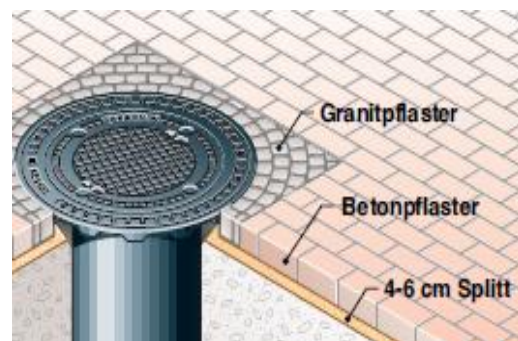

Bild 4: Einbaubeispiel
- Teleskopeinsätze des Lastklasse B und D können mit dem Pflasterbelag eingerüttelt werden. Schutzplatte verwenden. (Einbaubeispiel s. Bild 4)
- Vor dem Einsetzen der Schachtabdeckung ist bei den Guss-Abdeckungen die beiliegende Dichtung zu montieren. (s. Bild 4)